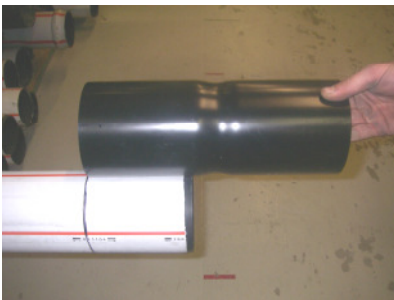

Bild 4
- Gegebenenfalls Markierung anbringen (Bild 4)